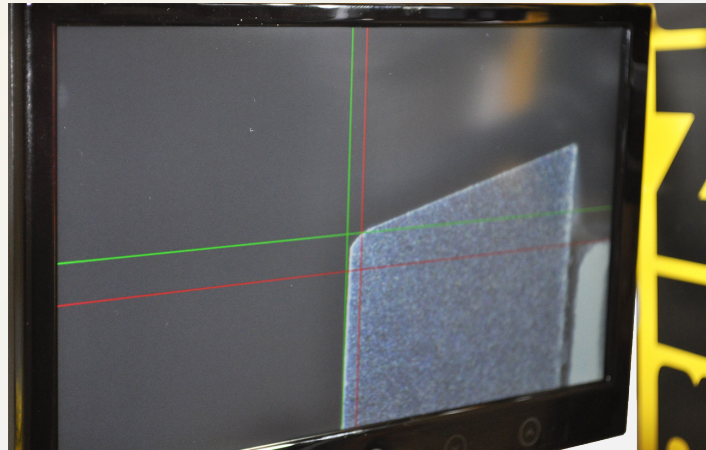

图 11: 刀片的轴向超越量
4. 通过轴向调整螺栓（7）将刀具刀片调至轴向终端位置。为此应使用内六角扳手扳手尺寸 1.5。刀片应位于红色垂直线与绿色水平线的交点上（见图 11）。通过右旋轴向调整螺栓（7），刀片向上移动，随后下移。必须在刀片上移过程中完成刀片的轴向超越量校准。